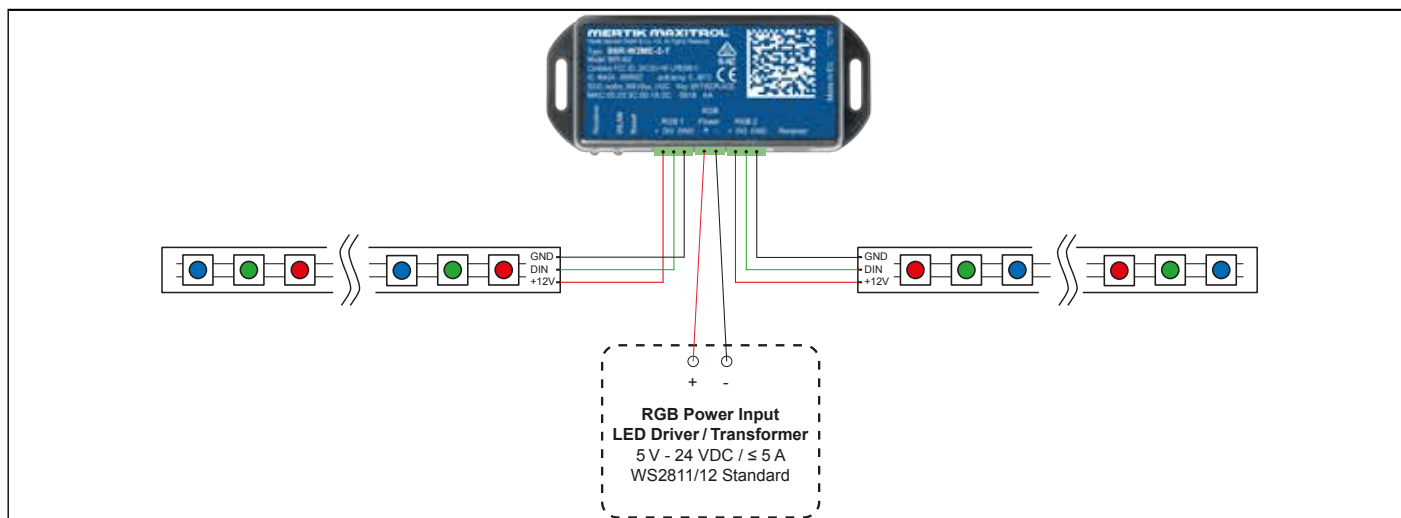

Abb. 4: LED setup 1
- Die Stromversorgung muss mit dem externen LED RGB-Stromeingang der Wi-Fi Box verbunden sein. (Siehe Abb. 4)